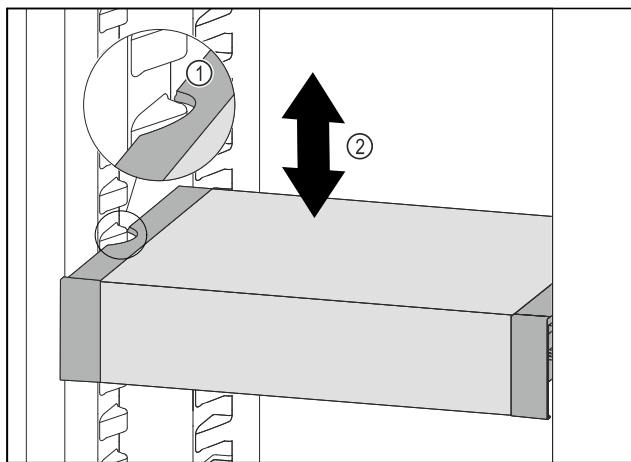

Fig. 90
- Táhněte VarioSafe dopředu, dokud nebudou boční vybrání VarioSafe na úrovni žebrování na nádoby v chladniče. Fig. 90 (1)
- Posouvejte VarioSafe v chladniče nahoru nebo dolů, dokud nedosáhnete požadované výšky. Fig. 90 (2)